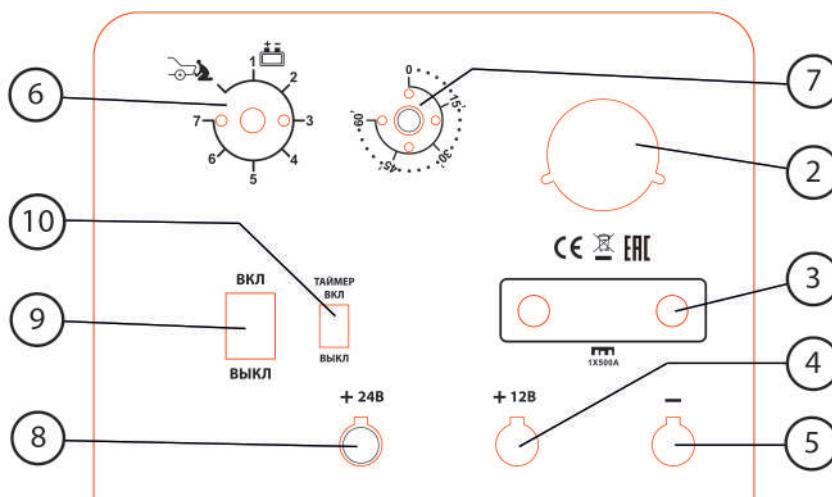
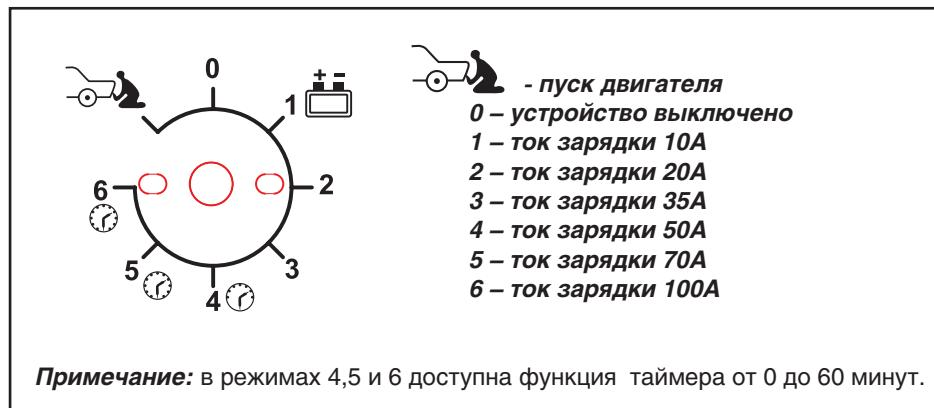
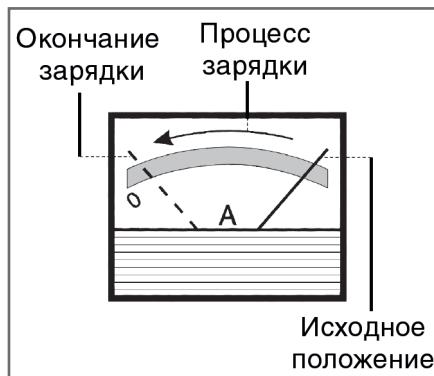

Рис. 1
Рис. 2
Рис. 4
- 3) Переключатель 6 (рис. 1) установите в режим зарядки и выберите необходимый ток зарядки (см. рис. 2 и 3) положение «зарядка»
5) Подключите пуско-зарядное устройство к электросети. Включите зарядное устройство. Модель УПЗ 800 включается переключателем 6 (рис. 1). Модель УПЗ 1000 включается выключателем 9 (рис. 1). Амперметр показывает ток заряда батареи, при зарядке батареи показания амперметра будут медленно уменьшаться до минимального значения в соответствии с емкостью и состоянием батареи (Рис. 4).
Для пуска установить переключатель режимов 6 (рис. 1) в положение «пуск двигателя». При этом клемму с зажимом следует установить на напряжение (12 или 24 В), соответствующее напряжению питания запускаемого транспортного средства.